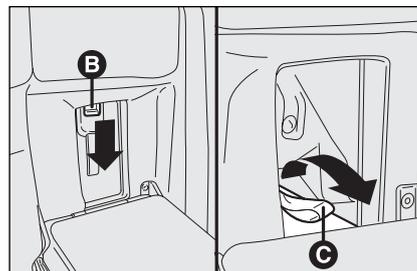

fig. 117
- appuyer sur la poignée **B**-fig. 117 et baisser le volet. Pour fermer le volet, tirer la languette **C**.